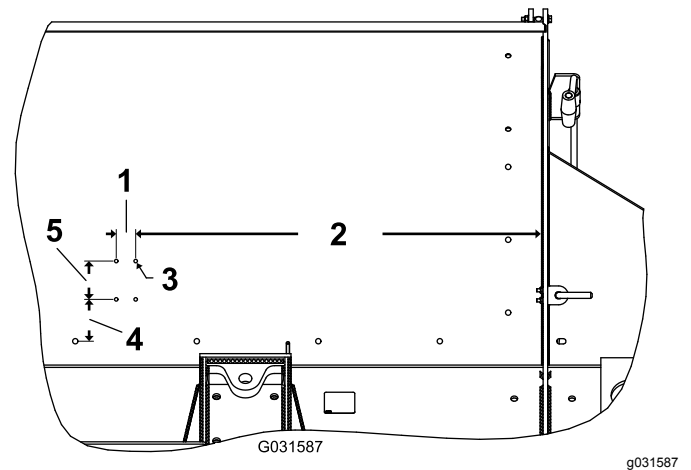

Bild 18
- Bohren Sie vier Befestigungslöcher (7 mm) in die Seite des Füllkastens. Bohrabmessungen finden Sie unter Bild 18.